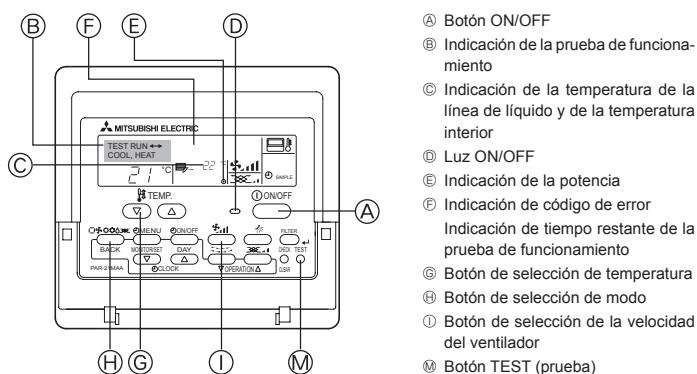

Fig. 6-1
6.2.1. Al usar el controlador remoto cableado (Fig. 6-1)